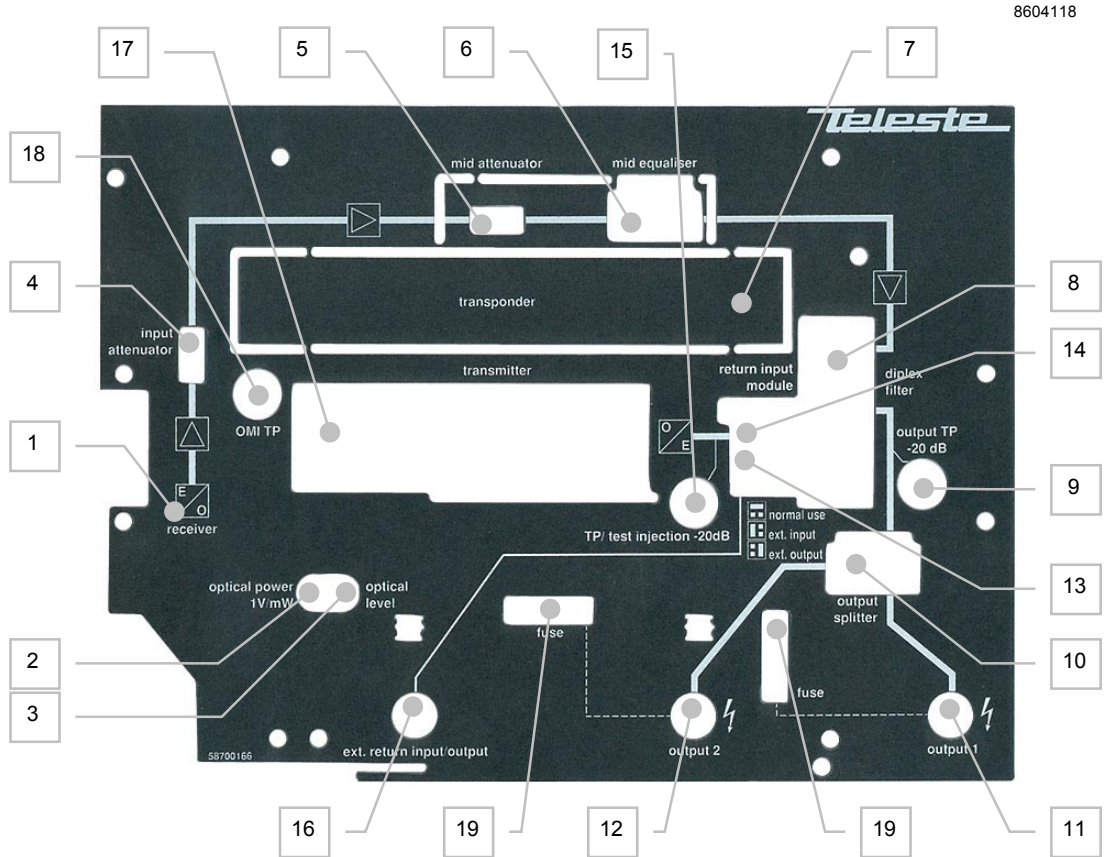

Рис. 7. Расположение вставок на AC800
Напряжение для узла с дистанционным питанием (26...65 В переменного тока или $\pm 30...90$ В постоянного тока) подается через любой выходной порт (рис. 7 поз. 11, 12) с установленным общим ножевым предохранителем на 15А (рис.7 поз. 19). При дистанционном питании, максимальная величина тока не должна превышать 8.0 А.
Функция внешнего входа обратного канала / выхода (рис. 7 поз. 16) выбирается при помощи переключателя (рис. 7 поз. 13). Переключатель можно установить в три различных положения. Положения могут быть 'обычная работа', 'внешний вход' и 'внешний выход'. Положения переключателя показаны на защитной панели внутри корпуса (см рис. 7). Заводская установка по умолчанию - 'обычная работа'.
Входную оптическую мощность можно узнать измерив напряжение постоянного тока на контрольной точке (рис. 7 поз. 2). Напряжение контрольной точки прямо пропорционально входной оптической мощности в мВт, т.е. 1.0 В соответствует 1.0 мВт оптической мощности. В случае использования длины волны 1310 нм, входная мощность в дБм (Вт) вычисляется по формуле:
На плате установлен светодиодный индикатор (рис. 7 поз. 3), дающий визуальное представление о входной оптической мощности.
3. Установите входной аттенюатор (рис. 7 поз. 4) для получения необходимого уровня ВЧ сигнала. Выпускаются аттенюаторы серии JDA900 с ослаблением от 0 дБ до 20 дБ с шагом 1 дБ. Значение применяемого аттенюатора зависит не только от входного уровня оптического сигнала, но и от типа оптического приемника и Индекса Оптической Модуляции (ОМИ). Более подробная информация приведена ниже в 'Таблице 3. Выбор входного аттенюатора'.
4. Установите межкаскадный аттенюатор (рис. 7 поз. 5) в соответствии с необходимым выходным уровнем. В плане сети должны быть указаны точные значения уровней сигнала. Подробная информация в таблице ниже.
5. Установите межкаскадный эквалайзер (рис. 7 поз. 6) в соответствии с расчетами. В плане сети должны быть указаны точные значения.
8. На этом этапе оптическому приемнику может понадобиться точная подстройка. Для точной подстройки используйте межкаскадный аттенюатор (рис. 7 поз. 5), для достижения расчетного уровня. Перед тем как приступить к точной подстройке, дайте модулю выйти на нормальную рабочую температуру (примерно 10 минут).
Работа с обратным каналом требует применения дуплексер-фильтров (рис. 7 поз. 8) и оптических передатчиков обратного канала (рис. 7 поз. 17) различных номиналов. Дуплексер-фильтр выбирается в соответствии с разработанным частотным планом. Выпускаются следующие модели СХF030 (30/47 МГц), СХF042 (42/54 МГц), СХF050 (50/70 МГц) и СХF065 (65/85 МГц). Возможен заказ узла без обратного канала, при этом дуплексер-фильтры заменяются перемычкой прямого канала (СХF000).
Возможно использование дополнительного фильтра нижних частот (LPF) на обратном канале, который совместно с дуплексер-фильтром обеспечит подавление любых сигналов из прямого канала, которые могут попасть в обратный канал. Фильтр нижних частот (АС621х) вставляется в слот входного модуля обратного канала (рис. 7 поз. 14) и выбирается в соответствии с частотным планом. Слот аттенюатора обратного канала может быть укомплектован блокиратором входа (АС6223). Блокиратор входа отфильтровывает нижнюю часть спектра обратного канала. Низкий уровень внешних шумов гарантирует безопасную работу системы EMS и предотвращает перегрузку лазерных передатчиков обратного канала.